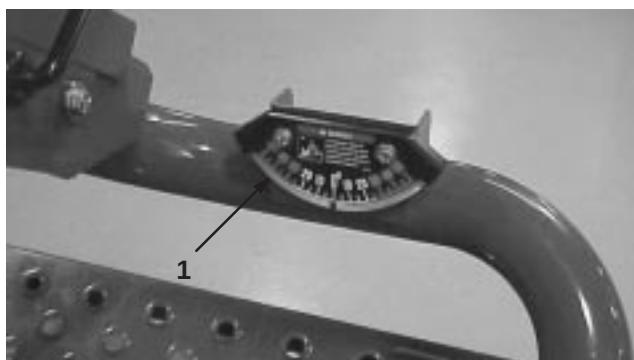

Bild 7
2. Kontrollieren Sie, ob die Maschine nivelliert ist, indem Sie einen manuellen Neigungsmesser (gehört zum Lieferumfang der Maschine) gegen eine Querschiene des Chassis am Kraftstofftank halten (Bild 7). Aus der Fahrerposition gesehen muss der Neigungsmesser auf Null stehen.